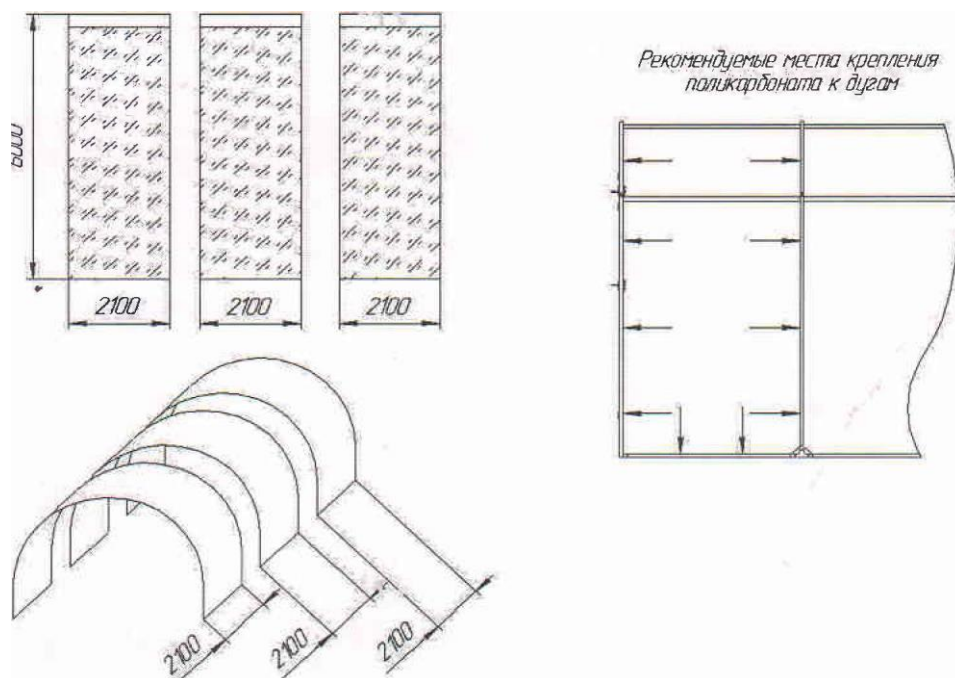

Рис. 9
6.8 Установите поликарбонат на тоннельную часть теплицы. Раскрой и рекомендуемые места крепления показаны на рис. 9. На каждые 2 метра длины тоннеля теплицы необходимо 6 погонных метров поликарбоната.